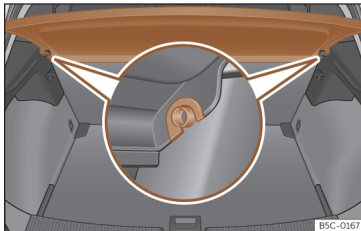

Fig. 116 În portbagaj: demontarea și montarea copertinei.
- Scoateți copertina din suporturile laterale »» fig. 116 trăgând în sus și în afară.
- Introduceți copertina orizontal, astfel încât „orificiile“ să intre în axele suporturilor»» fig. 116 și apăsați până se fixează.